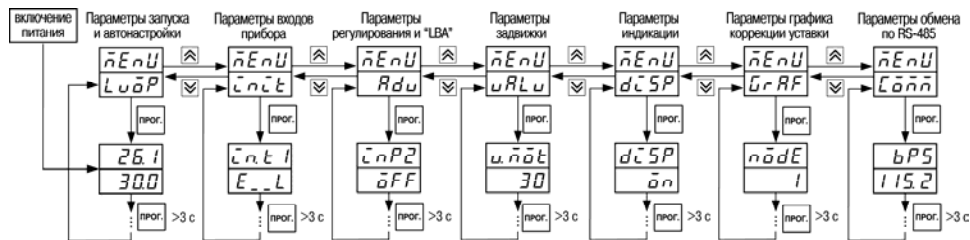

Рис. 25
6.1.2. Основные параметры прибора TPM212 объединены в семь групп: *LuōP*, *ċnċt*, *Rdu*, *uRLu*, *dċSP*, *GrRF* и *Ĉōññ*, составляющих меню прибора (рис. 25). Полный список программируемых параметров приведен в Приложении Г.